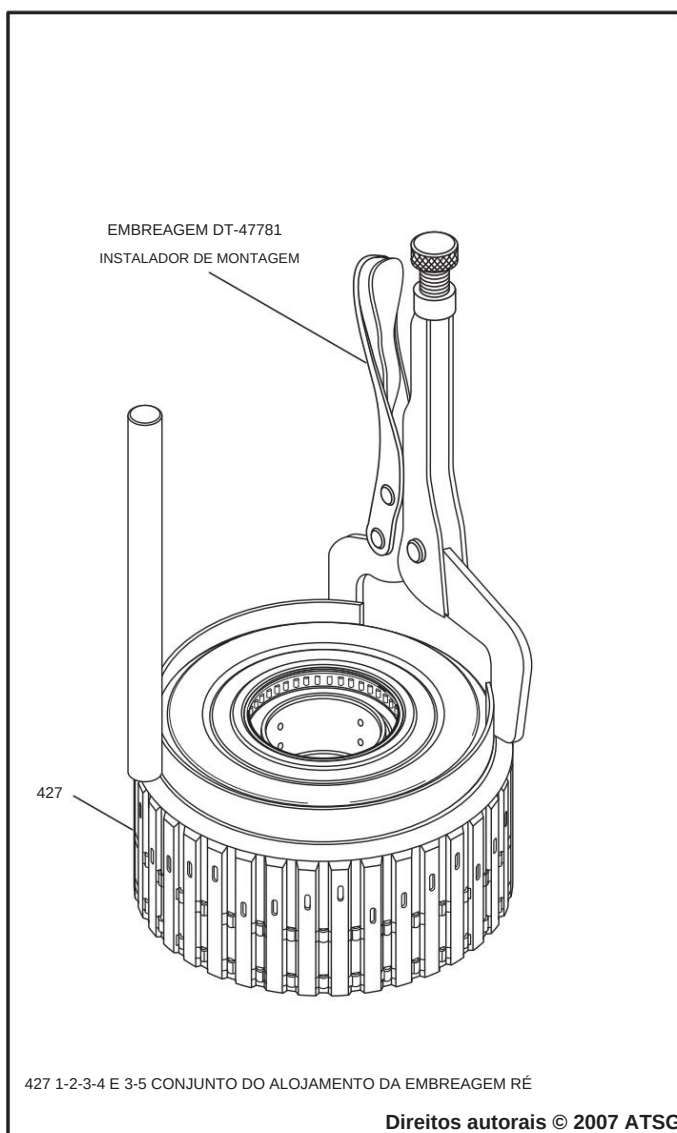

Figura 164
22. Coloque a carcaça da embreagem de ré 1-2-3-4 e 3-5 completa em uma superfície plana, conforme mostrado na Figura 164.
23. Instale o instalador do conjunto da embreagem DT-47781 sobre a carcaça da embreagem de ré 1-2-3-4 e 3-5, conforme mostrado na Figura 164, e feche a braçadeira tipo morsa.